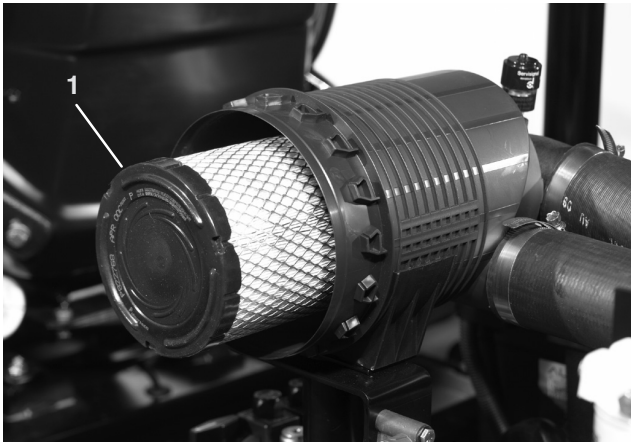
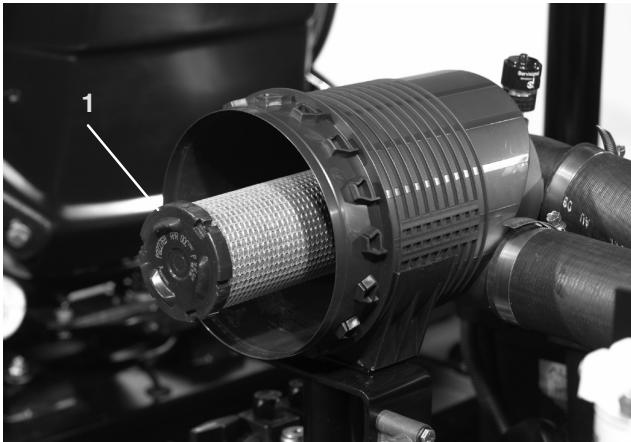

Figure 45
Figure 46
2. Sortez l'élément primaire (Fig. 45) du corps du filtre avec précaution pour ne pas déloger trop de poussière. Évitez de cogner l'élément contre les parois du filtre. N'enlevez pas l'élément de sécurité (Fig. 46).